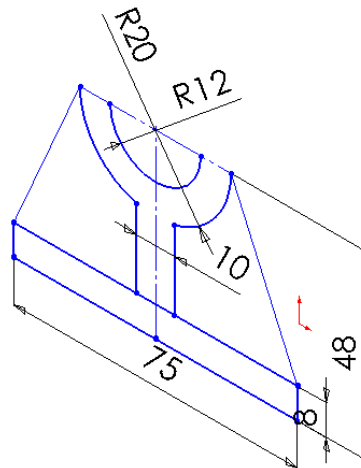

Рис. 10. Нижний прямоугольник, выделенный как контур
4. Когда внутренность прямоугольника подсветится, укажите точку. На рис. 10 показан прямоугольник, выделенный с помощью инструмента выделения контуров.